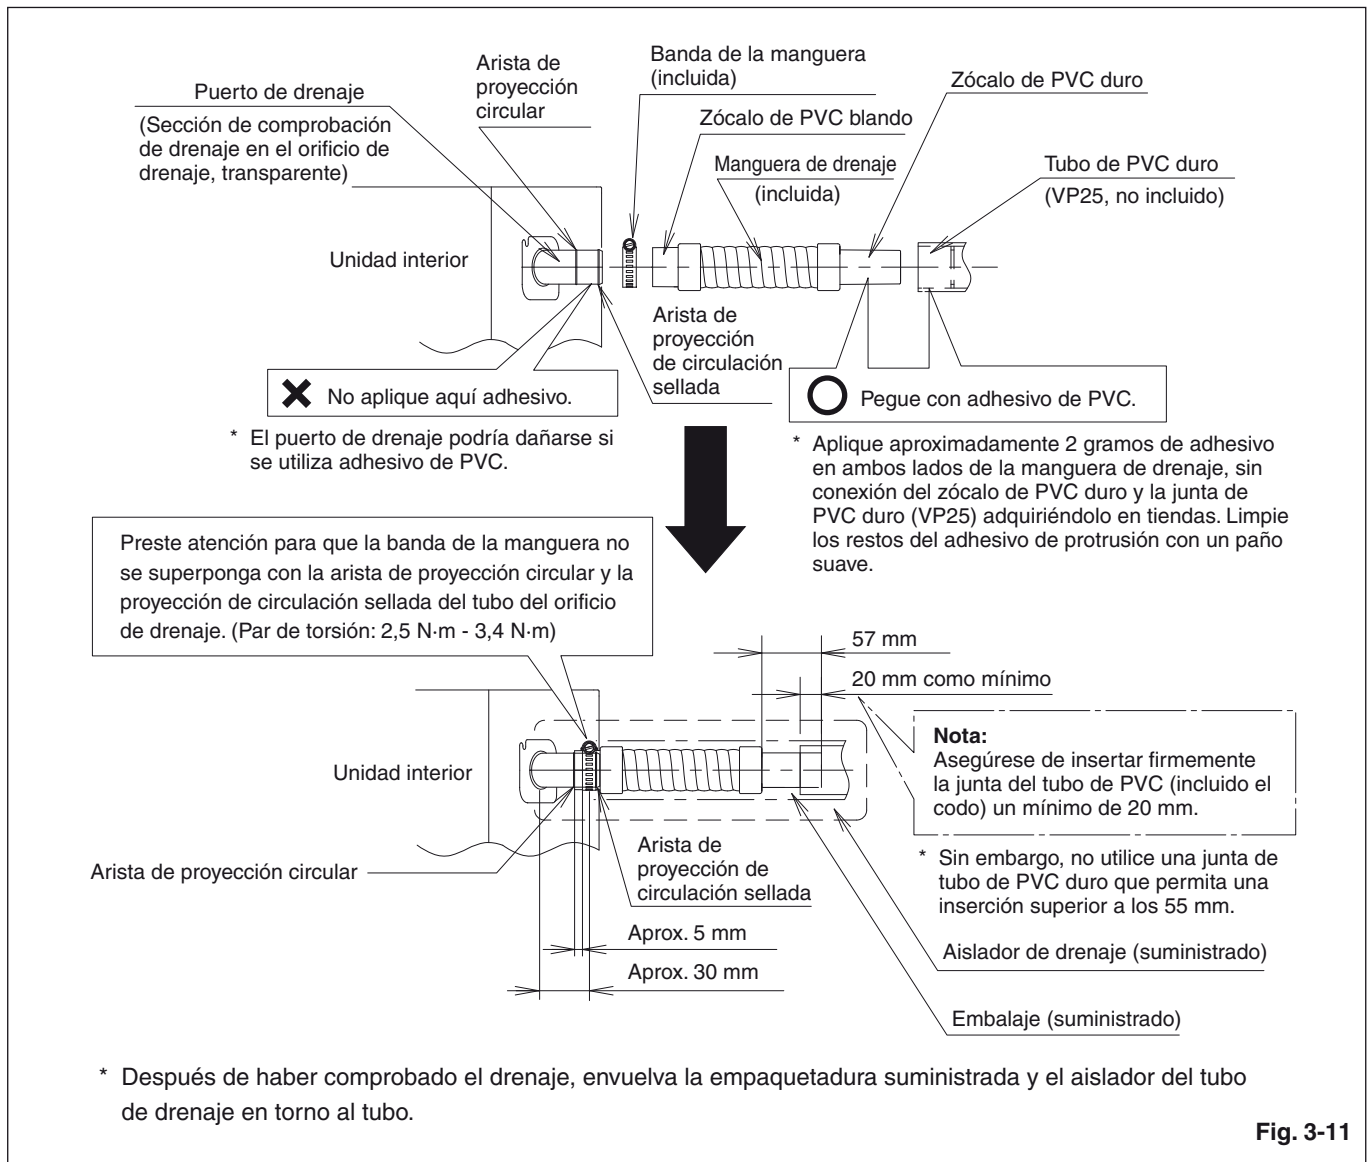

Fig. 3-11
- 3) Desplace la banda de la manguera de forma que la posición central de la banda de la manguera pueda colocarse a una distancia aproximada de 30 mm de la placa externa de la unidad interior. (Fig. 3-11)